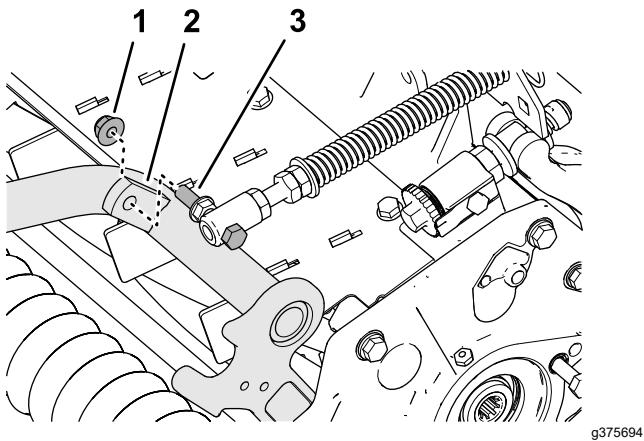

Figura 19
4. Monte el tornillo del muelle de compensación del césped en la pestaña derecha del bastidor de tiro (Figura 19) con la contratuerca con arandela prensada ( $\frac{3}{8}$ ).